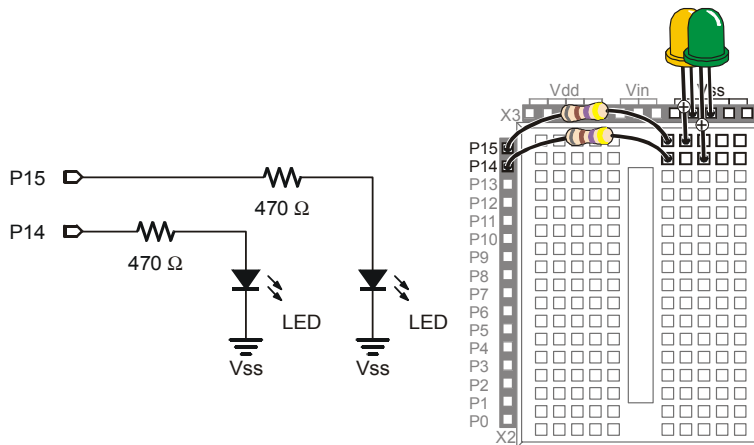

Figura 2-15
- ✓ Modificate il secondo circuito LED che avete appena collaudato, collegando il terminale della resistenza del LED (ingresso) a P15 come mostrato in Figura 2-15.